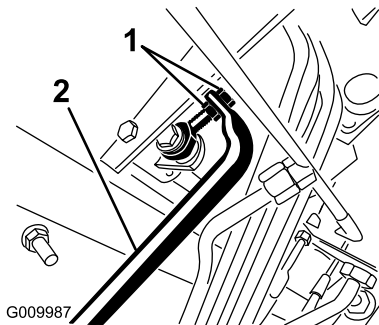

Figure 71
4. Réglez les écrous de blocage à l'extrémité de la tige de la pompe pour avancer le tube de commande et éliminer le déplacement en marche avant ou le reculer et éliminer le déplacement en marche arrière (Figure 71).